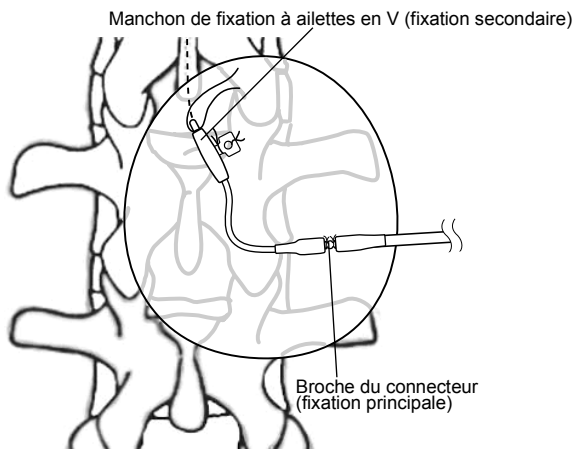

Figure 11. Fixation du cathéter.
10. Pratiquer une solide suture non-résorbable dans chacune des deux rainures au centre de la broche du connecteur et fixer sur l'aponévrose (Figure 11 à la page 34).